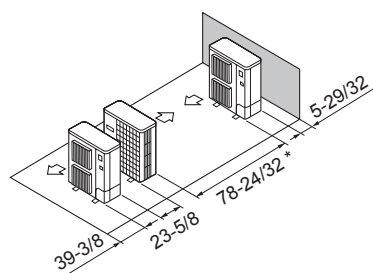

Fig. 2-16
- ⑤ Disposition pour un seul appareil parallèle (Fig. 2-16)